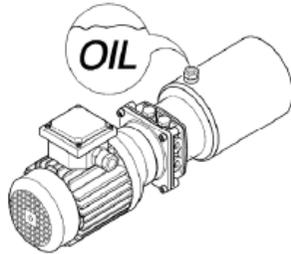

Рис.53
3. Ежемесячно проверяйте уровень гидравлического масла (Рис.53).